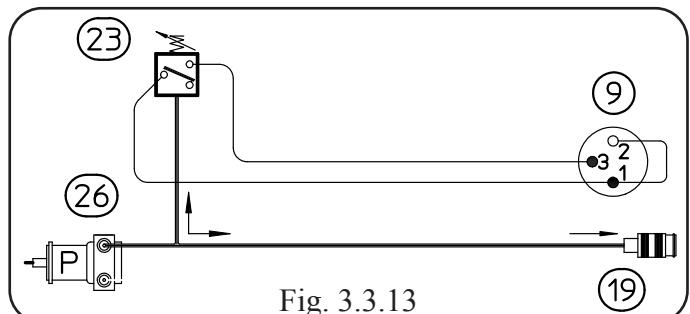

Fig. 3.3.13
Al encendido del generador, la tarjeta panel (48) verifica si el grupo de enfriamiento está conectado, mediante la señal proporcionada por el conector puente en los terminales 1 y 2 del conector (9) en el grupo de enfriamiento (Fig. 3.3.13). Con el conector (9) desconectado o con el conector puente interrumpido, el grupo de enfriamiento está deshabilitado y la selección del tipo de funcionamiento de panel de control no es posible; si el grupo de enfriamiento ya está activado, se provoca el bloqueo del generador con indicación del código de error relativo.
- Terminales ventiladores (2) en grupo de enfriamiento tensión = 220 Vac, con grupo de enfriamiento habilitado.
- Desconectar temporalmente, con generador apagado, los hilos de los ventiladores (2) del panel de bornes y verificar resistencia entre los terminales de los ventiladores (2) (bobinado de los ventiladores (2)). Valor correcto = 750 ohm aproximadamente.
TEST PRESÓSTATO (23) (Fig. 3.3.13 y Mapa conectores, par. 5.7).
- Tarjeta potencia (45), conector J4, terminales 1(+) - 4(-) = 0 Vdc, con bomba (26) en función (contacto presóstato cerrado = presión idónea); +24 Vdc, con generador encendido y bomba (26) parada (contacto presóstato abierto = presión insuficiente).